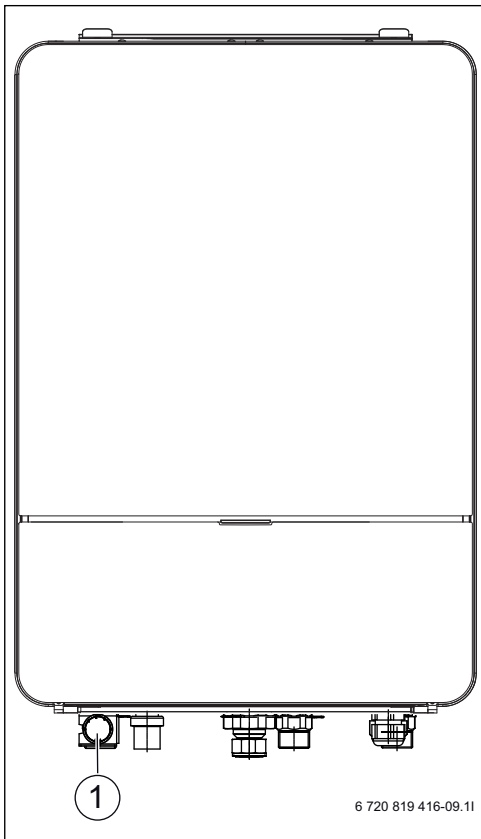

Fig. 6 AWE
- ▶ Åpne ventilen (4).
- ▶ Kontroller trykket på manometeret (→ Bild 6 eller 7).